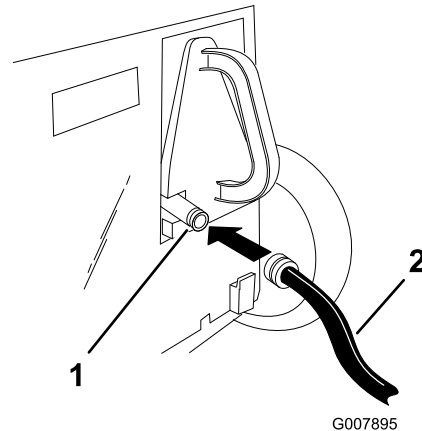

Bild 21
3. Heben Sie die hintere Klappe hoch und bringen Sie die Kupplung am Wasseranschluss des Recycler-Verschlusses an (Bild 21).